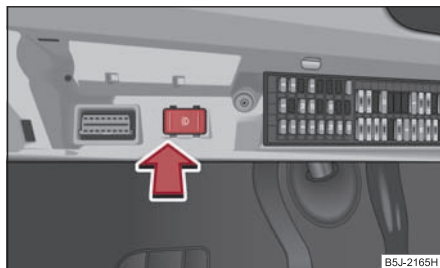

Fig. 47 Boîte à fusibles:
- Enclenchez le commutateur pour l'éclairage diurne $\Rightarrow$ fig. 47.
- Coupez le commutateur pour l'éclairage diurne $\Rightarrow$ fig. 47.